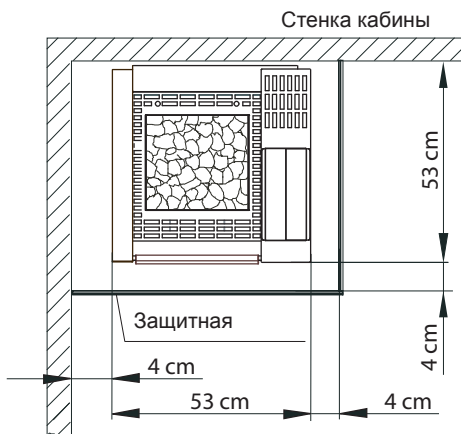

Рис. 1
Рис. 1а
- При установке печи сауны необходимо следить, чтобы вертикальное расстояние между верхним краем печи сауны и крышей сауны составляло не менее 105 см, а горизонтальное расстояние (между боковыми сторонами) между печью и стенкой кабины - не менее 4 см (рис. 1).
Рис. 1б
Рис. 1д